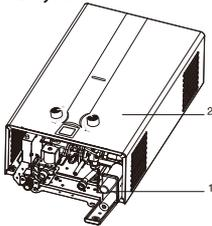

Рис. 1
- Перед включением водонагревателя необходимо установить батарейки (рис. 1).